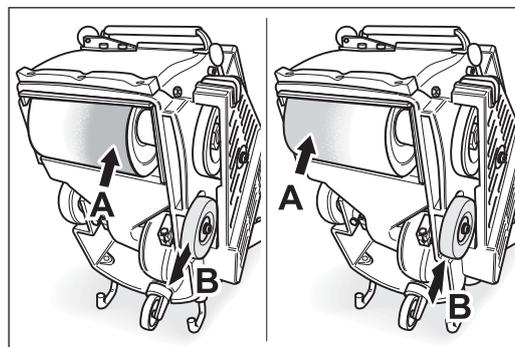

Fig. 36 Si el rodillo lija más en el lado **A**, debe regularse la rueda en el sentido **B**.
- 5 Si la máquina **lija más en el lado de protección de la correa, la rueda debe regularse alejándola del cuerpo** (Fig. 36).
Si la máquina **lija más en el lado de la chapa protectora, la rueda debe regularse hacia la carcasa de la máquina** (Fig. 36).